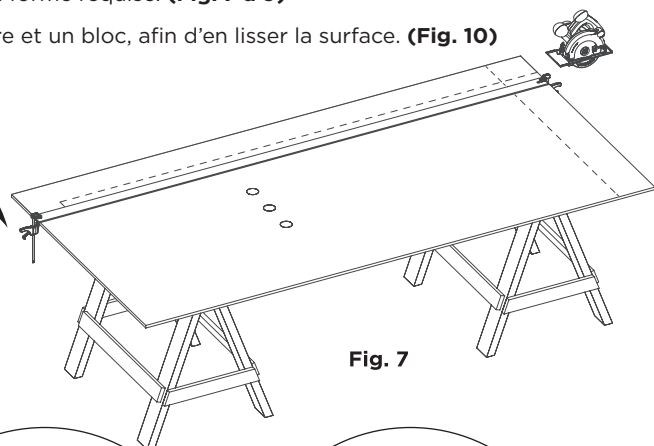

Fig. 7
- 4.7 Utilisez l'outil approprié pour couper le panneau à la forme requise. (Fig. 7 à 9)